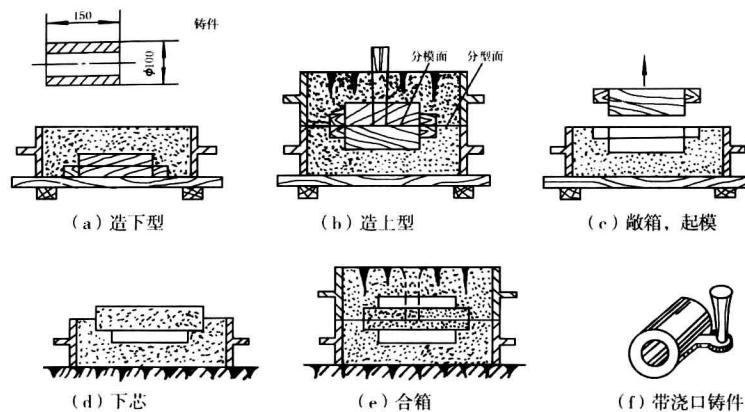

图 2-2 分模造型过程
- (2) 分模两箱造型如图 2-2 所示,是一个套筒工件的分模两箱造型操作步骤。